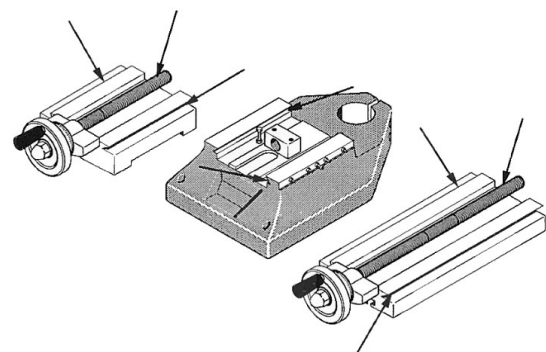

Fig. 13
6. Führungen und Spindeln (Pfeile, Fig. 13) mit gutem Maschinenöl leicht einölen.
6. Apply some machine oil to the guides and the spindles (arrows, Fig. 13).
6. Huiler légèrement les glissières et les broches (flèches, fig. 13) avec une huile pour machine de bonne qualité.
6. Lubrificare leggermente le guide e i mandrini (freccie, fig. 13) con un buon olio per macchine.